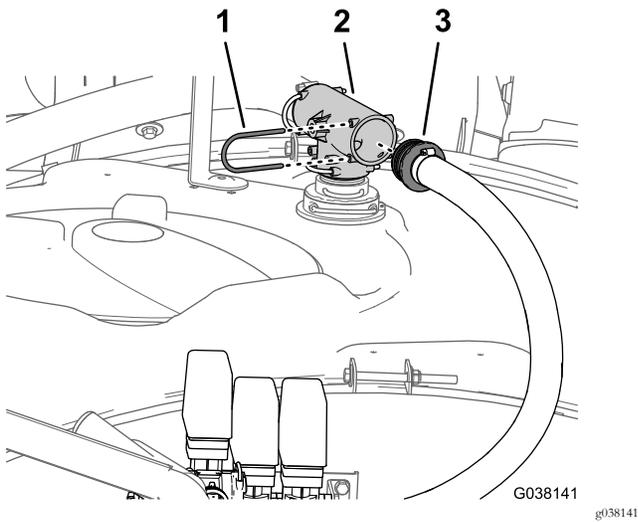

Bild 25
5. Nehmen Sie oben am Sprühbehälter den Halter ab, mit dem das gerade, gezahnte Anschlussstück des Überlaufschlauchs am T-Anschlussstück befestigt ist (Bild 25).
6. Nehmen Sie das gerade, gezahnte Anschlussstück vom T-Anschlussstück ab (Bild 25).